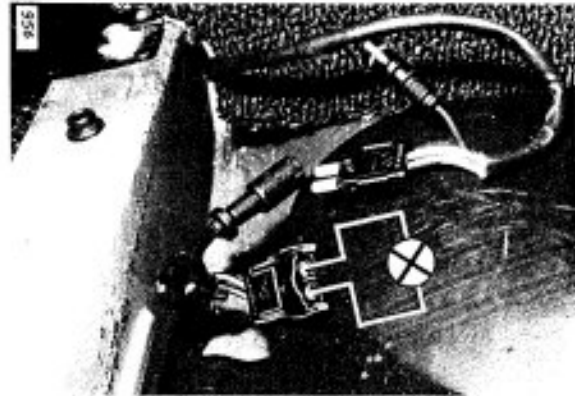

Bild 4
- Steckverbindung zur Lambda-Sonde trennen, Bild 4.